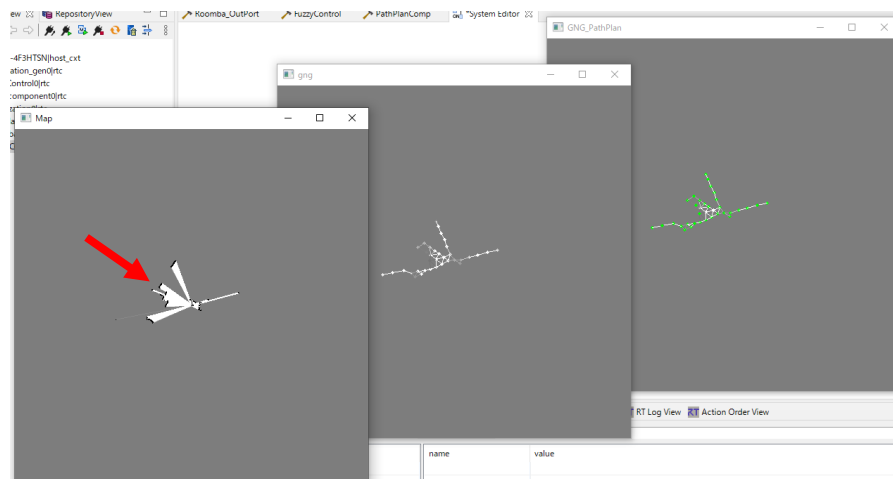

図 42 すべての RTC を[ALL Activate Systems]することで表示される 3 つのウィンドウ
- ③ 図 42 のように Destination_genRTC の表示する[Map]ウィンドウに占有格子空間地図が表示され、この地図内をクリックすることで目的地が設定され、ルンバが移動を開始する。